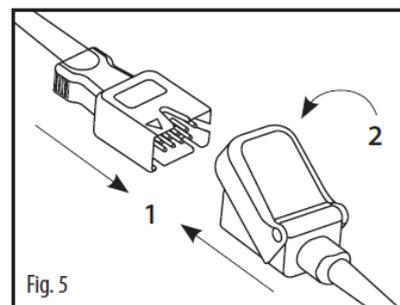

Fig. 27 Anschluss des LNC-Patienten-kabels an den LNCS-Sensor
Siehe Bild 5 in Fig. 27: Stecken Sie den Sensorstecker vollständig in den Anschluss des Patienten-kabels (1). Schließen Sie die Schutzabdeckung (2) vollständig.